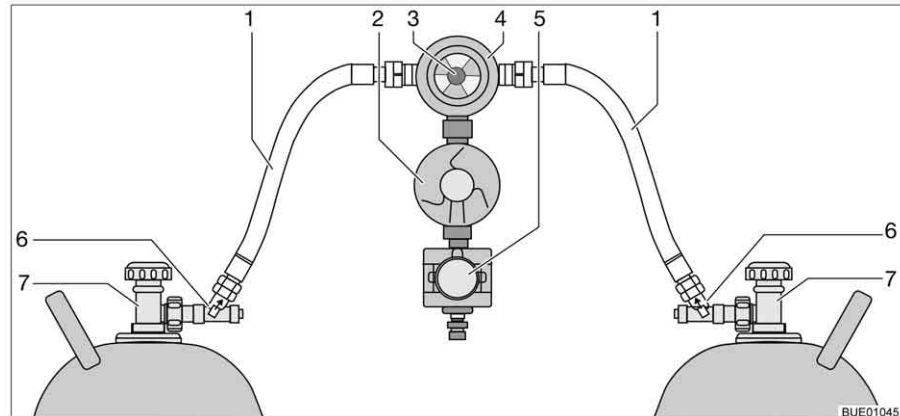

Fig. 149 Impianto di commutazione Crash Protection Unit
La Crash Protection Unit consiste di due limitatori di flusso con sblocco manuale (Fig. 149,6), di una valvola di commutazione (Fig. 149,4) con regolatore di pressione (Fig. 149,2), di una elettrovalvola (Fig. 149,5) e di una centralina di controllo con LED a tre colori. La valvola di commutazione viene montata tra i due tubi del gas (Fig. 149,1).
Con la manopola (Fig. 149,3) sulla valvola di commutazione è possibile stabilire, quale delle bombole del gas viene utilizzata come bombola in uso e quale bombola del gas viene utilizzata come bombola di riserva.
Sulla centralina di controllo (Fig. 150) possono venire azionate solo le funzioni elettriche. Le valvole principali di arresto delle bombole del gas (Fig. 149,7) e gli sblocchi (Fig. 149,6) devono essere aperti a mano.
- Aprire le valvole principali di arresto delle bombole del gas (Fig. 149,7).
- Premere gli sblocchi (Fig. 149,6) uno dopo l'altro per 10 secondi.
- Con la manopola (Fig. 149,3) sulla valvola di commutazione (Fig. 149,4) selezionare la bombola del gas, da cui proviene la principale alimentazione del gas (bombola in uso).
- Chiudere le valvole principali di arresto delle bombole del gas (Fig. 149,7).